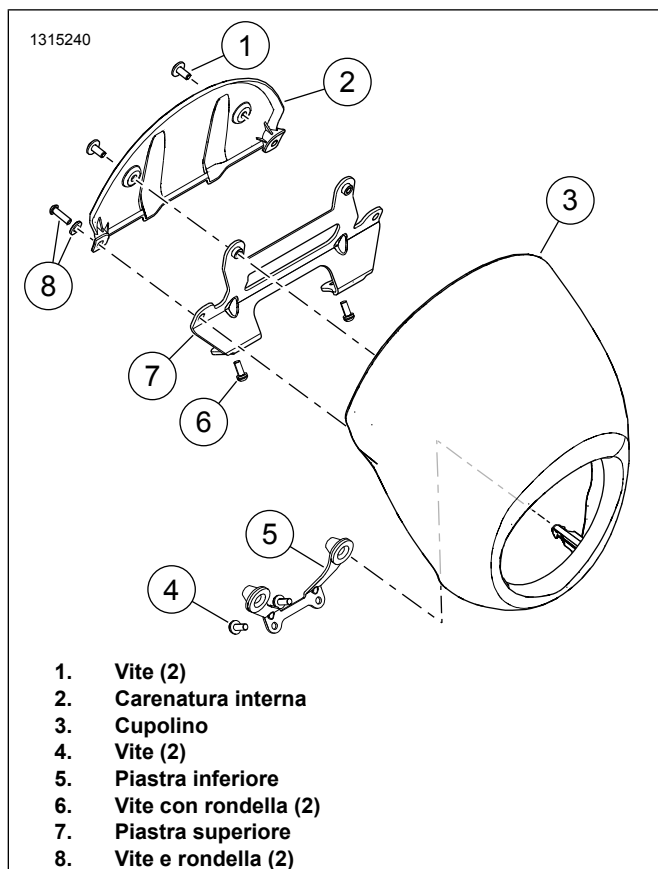

Figura 2. Cupolino FXLRS
1. Vedere Figura 2 Rimuovere il cupolino
- a. Togliere le viti e le rondelle (8).
- b. Rimuovere il cupolino (3) dalla staffa superiore (7).
- c. Separare il cupolino dalla staffa inferiore (5) per estrarre i perni dagli occhielli.
- a. Rimuovere le viti (1).
- b. Rimuovere la carenatura interna (2).
- a. Rimuovere le viti (6).
- b. Rimuovere la staffa superiore (7).